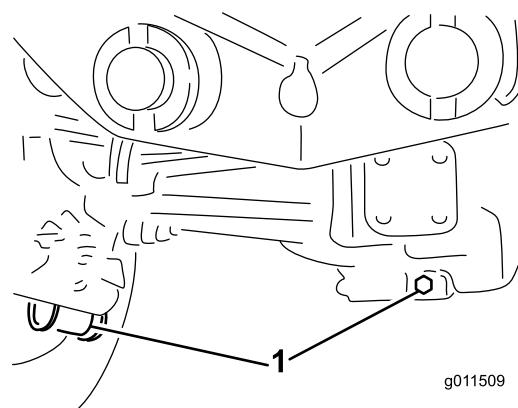

Bild 74
2. Reinigen Sie den Bereich um die drei Ablassschrauben, d. h. jeweils eine an beiden Enden und eine in der Mitte (Bild 74).